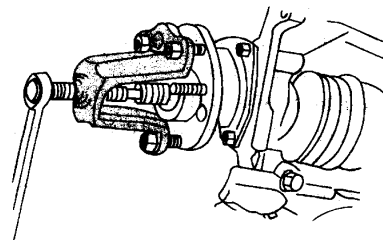

图 1-10 分离车轮轴承
- ③ 拆卸制动钳托架及制动钳拆下制动钳体, 并将制动钳固定在车身上, 使得制动管路不会因为的制动钳重量而弯曲甚至被损坏拆卸制动盘。
- ④ 拆卸传动轴螺母。
- ⑤ 如图 1-10 所示, 用三颗车轮螺母将轮毂芯轴拆卸工具连接到车轮轴承 / 轮毂上分离传动轴与车轮轴承。